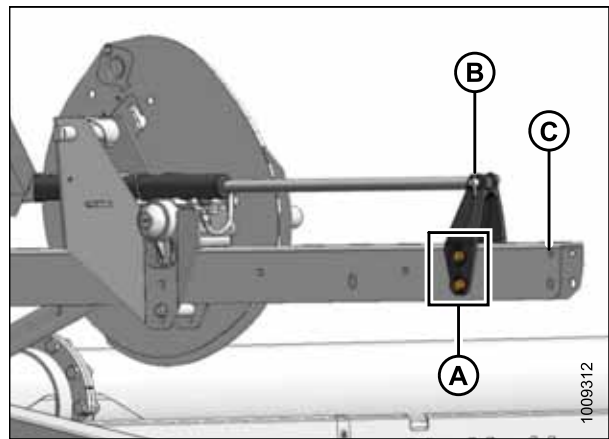

图 3.41: 后移位置
- 后移位置请参见图 3.41，页码 62
3. 重新装回四个螺栓 (A) 以固定支架到拨禾轮臂上的新位置。